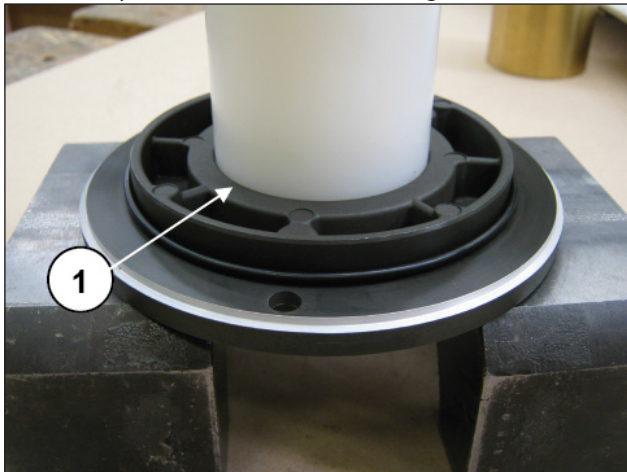
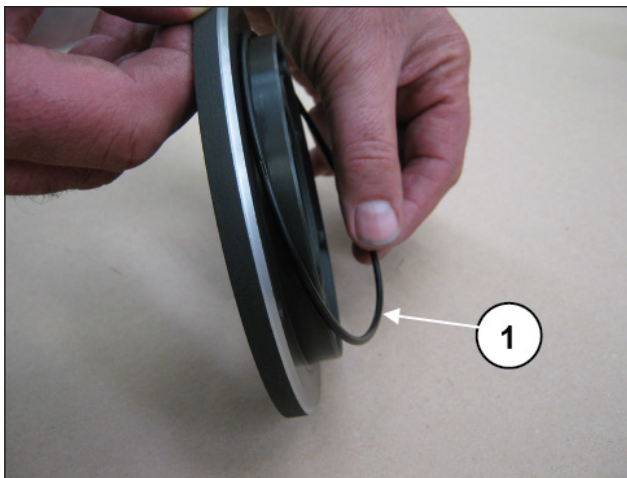

Рис. 5
Рис. 6
Выньте радиальное уплотнительное кольцо (поз. ①, Рис. 5) и внешнее уплотнительное кольцо O-ring (поз. ①, Рис. 6).